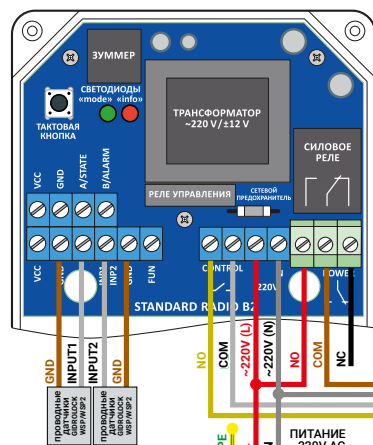

Рис. 4. Схема подключения шарового электропривода GIDROLOCK с напряжением питания 12 Вольт и проводных датчиков протечки воды GIDROLOCK WSP
5.4 Схема подключения шарового электропривода GIDROLOCK с напряжением питания 12В приведена на рис. 4. В этом случае необходимо использовать внешний блок питания (адаптер) ~220 В / ±12 В.